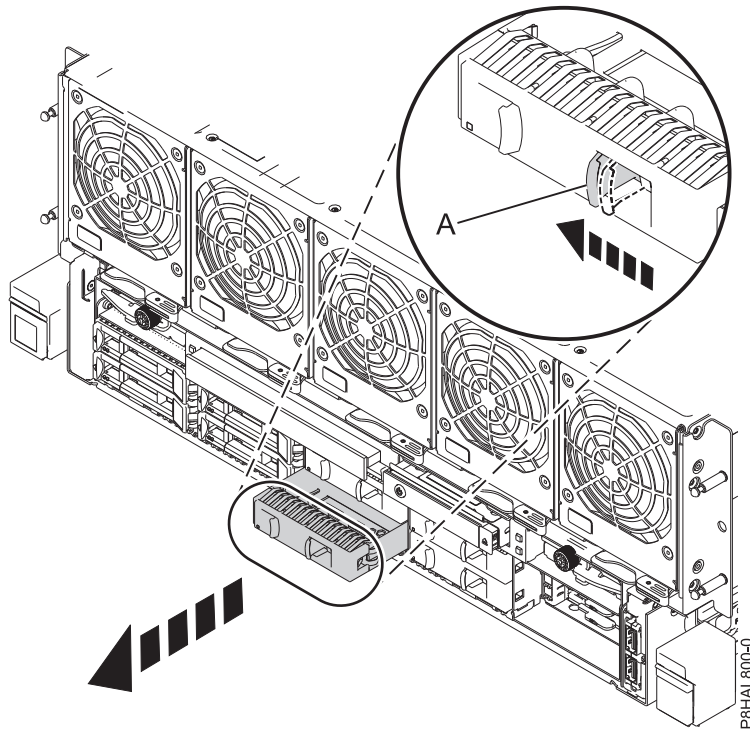

Figura 2. Extracción de un panel de relleno de unidad de disco de un sistema 8408-44E o 8408-E8E
- a. Empuje el pestillo (**A**) en el asa del panel de relleno en la dirección que se muestra en la Figura 2 en la página 5.